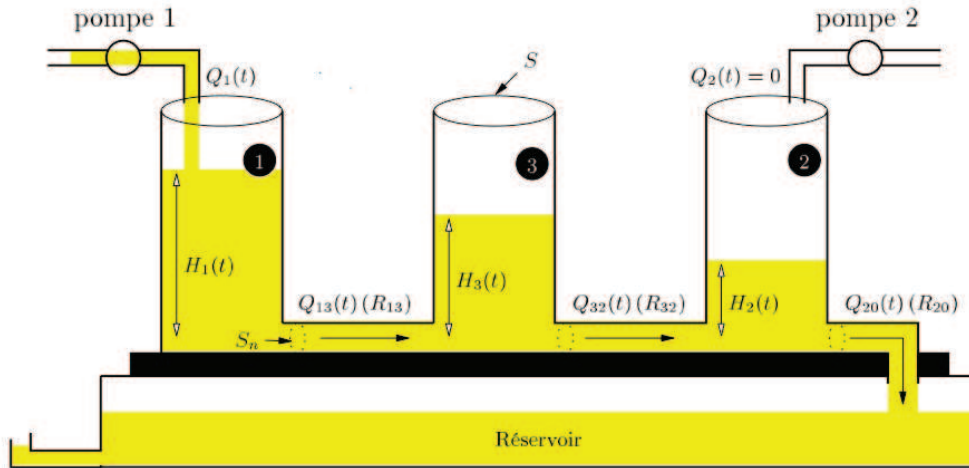

FIGURE 1 – Procédé trois bacs
Le système représenté sur la figure 1 est composé de trois bacs cylindriques en plexi-glas de section S . Ces trois bacs sont disposés en série (de gauche à droite, on trouve les bacs 1, 3 et 2) et sont reliés par des tuyaux d'écoulement de section S_n . Le dernier bac (2) se vide par un cylindre – également de section S_n – dans un réservoir situé sous les bacs.